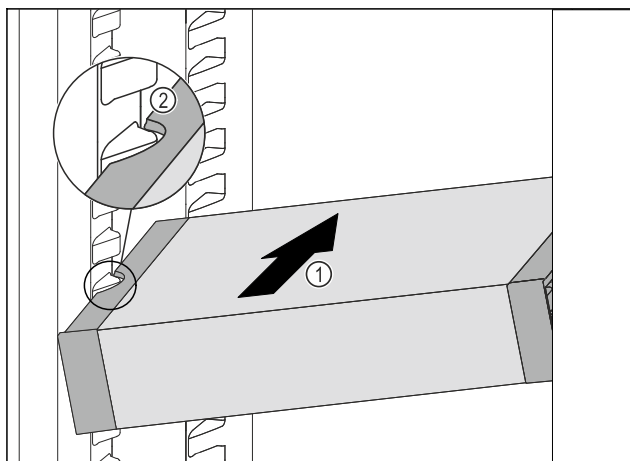

Fig. 141
- ▶ 将 VarioSafe 斜插入冷藏区中 Fig. 141 (1)，直至 VarioSafe 的侧部凹槽 Fig. 141 (2) 与冷藏区中的容器肋梁持平。